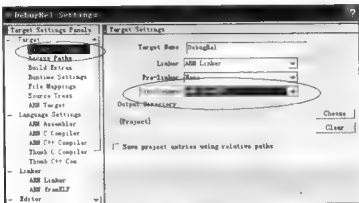

图 6-13 “DebugRel Settings”对话框
(1) 单击“DebugRel Settings”按钮，在弹出的“DebugRel Settings”对话框左侧选择“Target Settings”，然后在“Post-linker”下拉列表框中选择“ARM fromELF”，如图 6-13 所示。